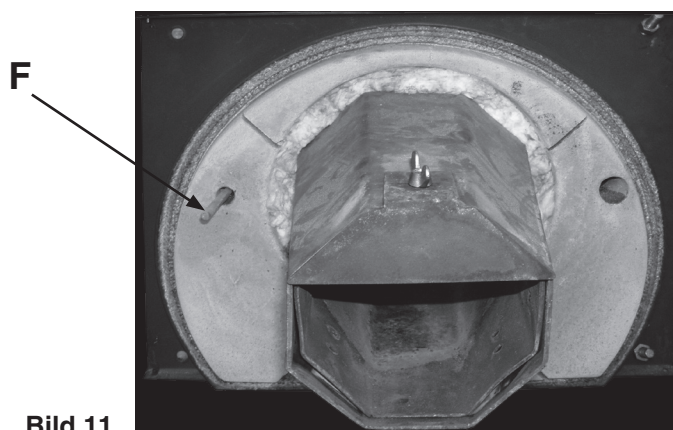

Bild 11
12. Rückstände im Brenner **sorgfältig heraussaugen** - vor allem im hinteren Bereich (direkt unterhalb der Einschubschnecke); **es dürfen keine Rückstände in den Luftlöchern verbleiben** (Bild 11). Brenner auch oben absaugen. Asche am Brennkammerfühler (F) abwischen.